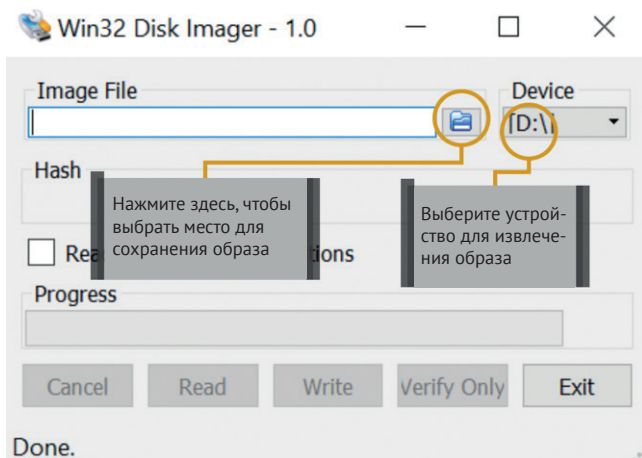

Рис. 5.4. Win32 Disk Imager
3. Справа на рис. 5.4 вы можете видеть поле **Device** (Устройство), в котором автоматически должна появиться ваша SD-карта. Левее находится значок папки. Нажмите на него, чтобы выбрать, где будет храниться файл образа.